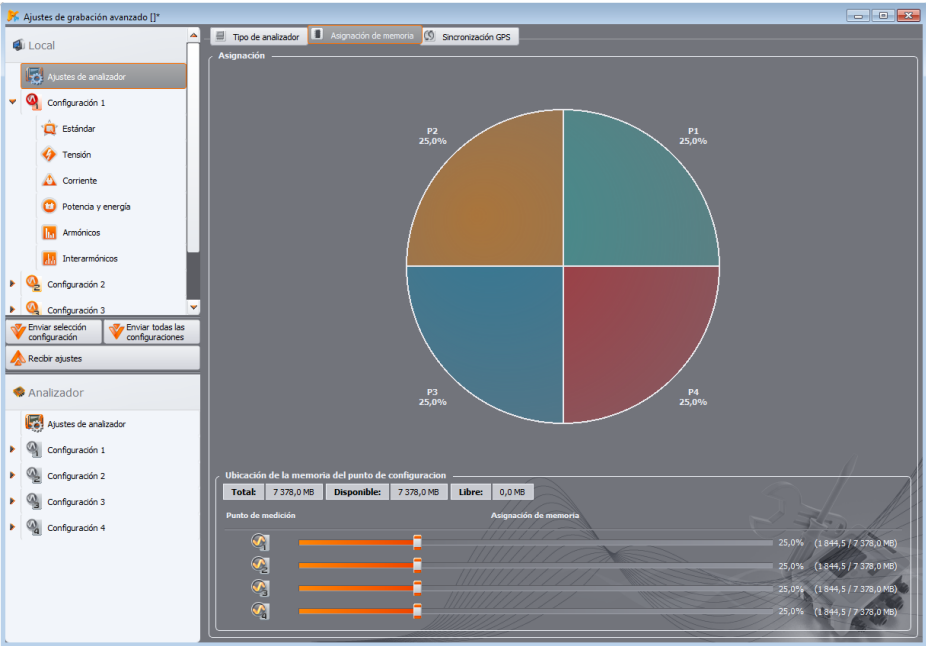

Fig. 19. Ventana de asignación de memoria
- **PQM-701 PQM-702 PQM-703 PQM-710 PQM-711 ASIGNACIÓN DE MEMORIA:** esta pestaña (Fig. 19) permite asignar memoria en la tarjeta para los puntos de medición particulares. Cuatro barras de desplazamiento determinan la cantidad de memoria asignada para el punto dado (en MB y %). En medio se visualiza la asignación. Todo el espacio libre en la tarjeta (100%) puede ser dividido libremente entre los cuatro puntos de medición. Es posible conceder el 100% de espacio a un punto de medición; el registro en otros puntos no será posible, sólo está disponible la vista previa de datos actuales de la red. Todos los puntos de medición son guardados linealmente en la memoria, cuando la memoria asignada al punto dado se llena, el registro se detiene. Hay que tener en cuenta que en caso de cambio en la asignación de memoria puede ser necesario eliminar todos los datos de la tarjeta de memoria, por lo que es recomendable descargar los datos previamente y guardarlos en el disco local.